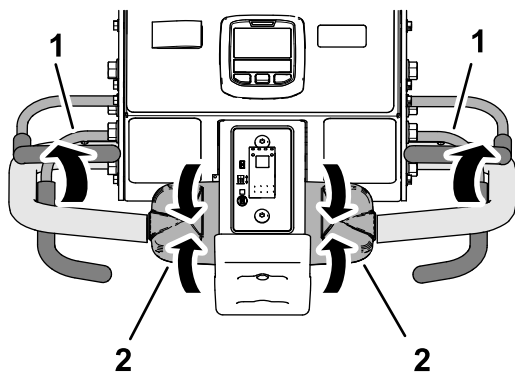

図 98
1. 走行コントロールから手を離してニュートラル位置に戻し、オペレータベイルから手を離す 図 98。